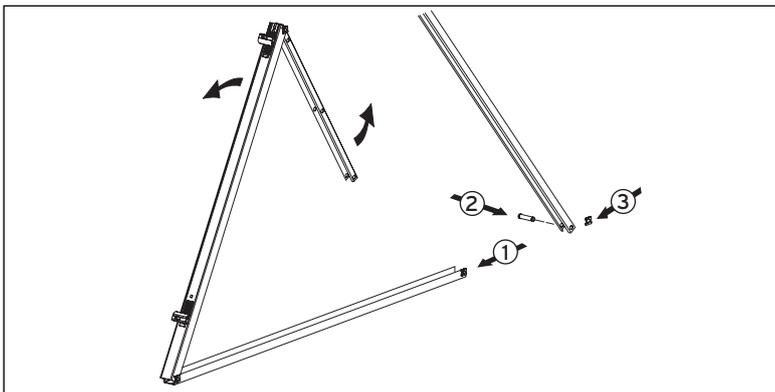

Fig. 5.2 Préparation des rails de montage
- Installez un autre bâti (voir Fig. 5.2 à 5.4).